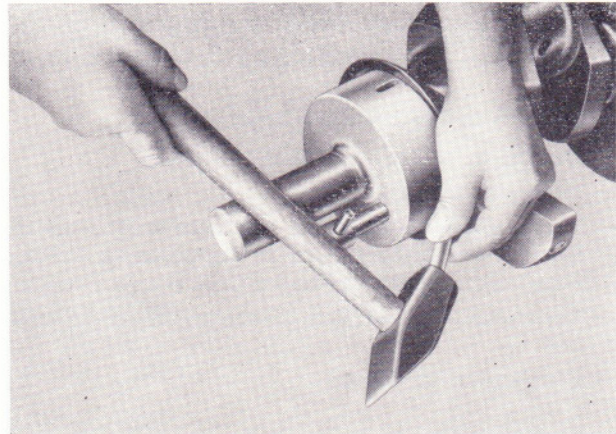

Bild 78
- Spritzring verkörnen – dazu Körner in die Aussparungen des Schlagdorns einsetzen (Bild 78).